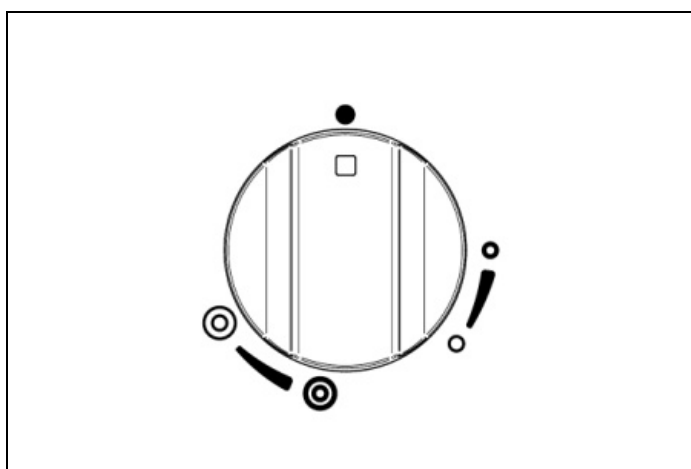
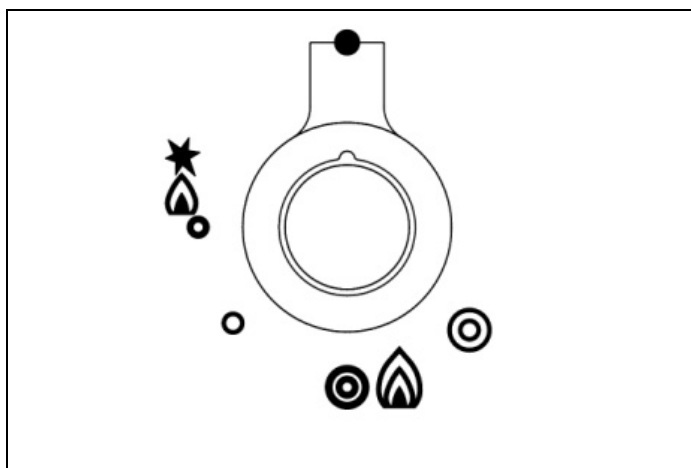

Fig. 18
Fig. 19
- Pour allumer le brûleur central, appuyer sur le bouton de contrôle (Fig. 18 et Fig. 19) et tourner dans le sens inverse des aiguilles d'une montre, jusqu'à la position de la bague simple en caractère gras.